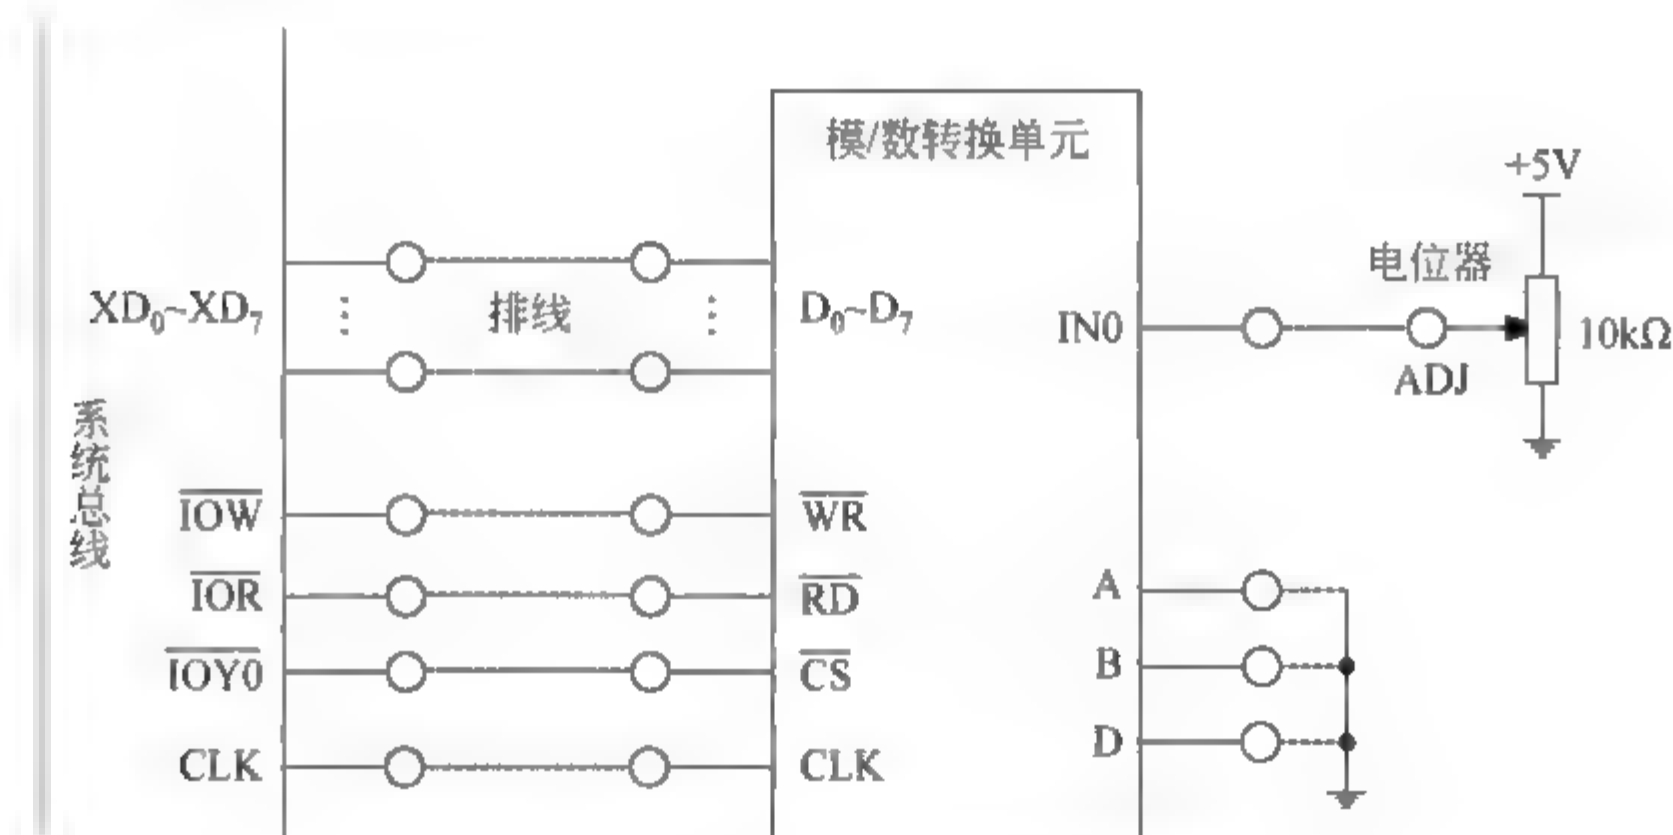

图 11-19 A/D 转换实验接线图
(1) 运行 Tdplt 集成操作软件,查看端口资源分配情况。记录与所使用片选信号对应的 I/O 端口始地址。
(2) 参考图 11-19 连接实验线路。